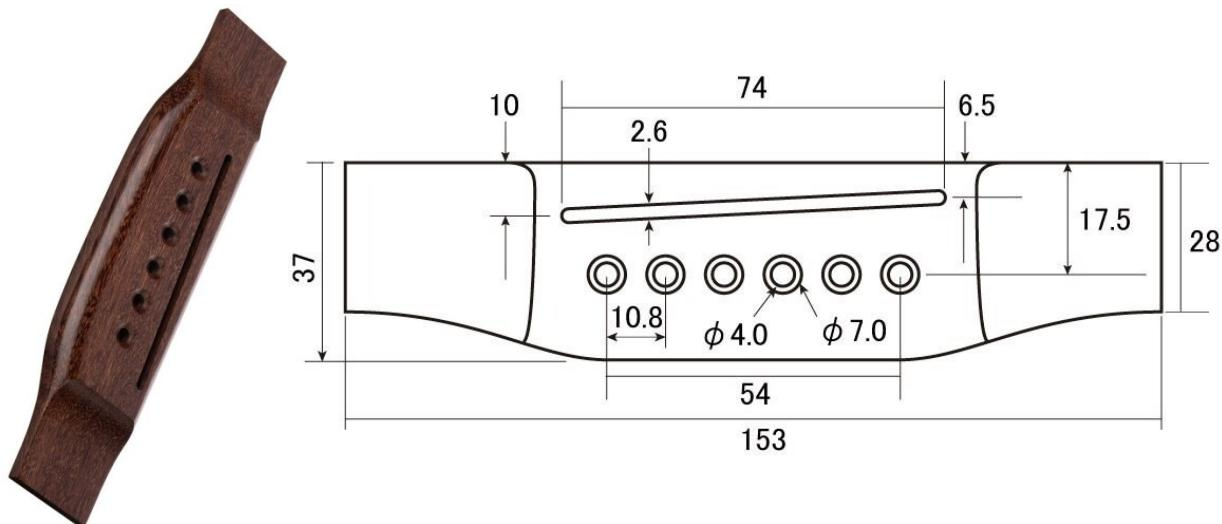

Рис. 1. Рисунок изделия
1. С помощью образца (рис. 1) разработать чертеж и изготовить бридж для акустической 6-струнной гитары. Чертеж оформлять в соответствии с ГОСТ ЕСКД.